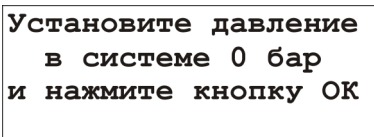

Рисунок 4.7 – Экран первого этапа калибровки
5. Контролируя давление внешним манометром установить давление в системе 0 бар и нажать клавишу \checkmark . Экран первого этапа калибровки представлен на рис. 4.7.